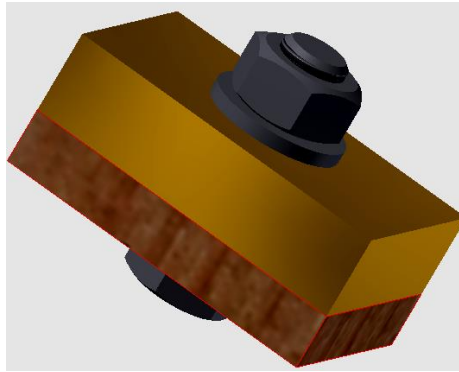

Рис. 3.75. Модель болтового соединения
9. Нажмите кнопку «Применить». Модель сборки примет вид как на рис. 3.75.